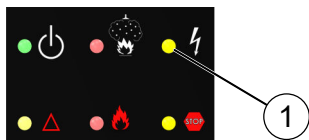

Abb. 22: LED "Störung"
8. Kontrollieren, ob die LED "Störung" (Abb. 22/1) leuchtet und im Display die Anzeige „Störung Tankansteuerung“ angezeigt wird.